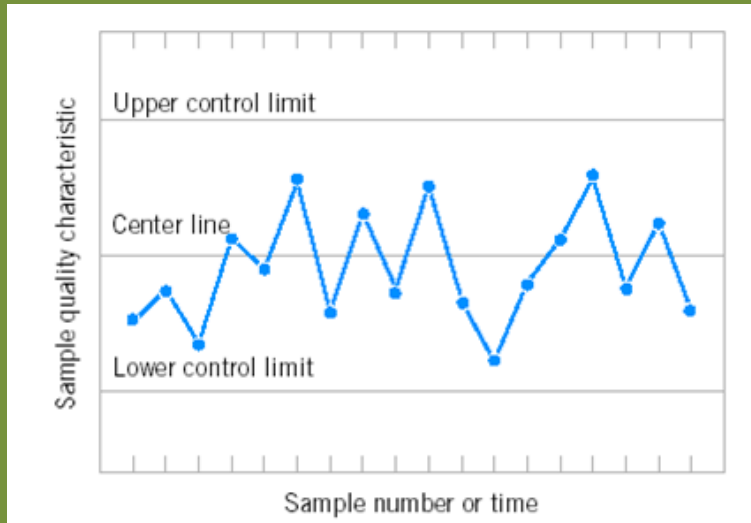

Figura 6.1: Gráfico de control típico.
- En la Figura 6.1 tenemos un *gráfico de control* típico.